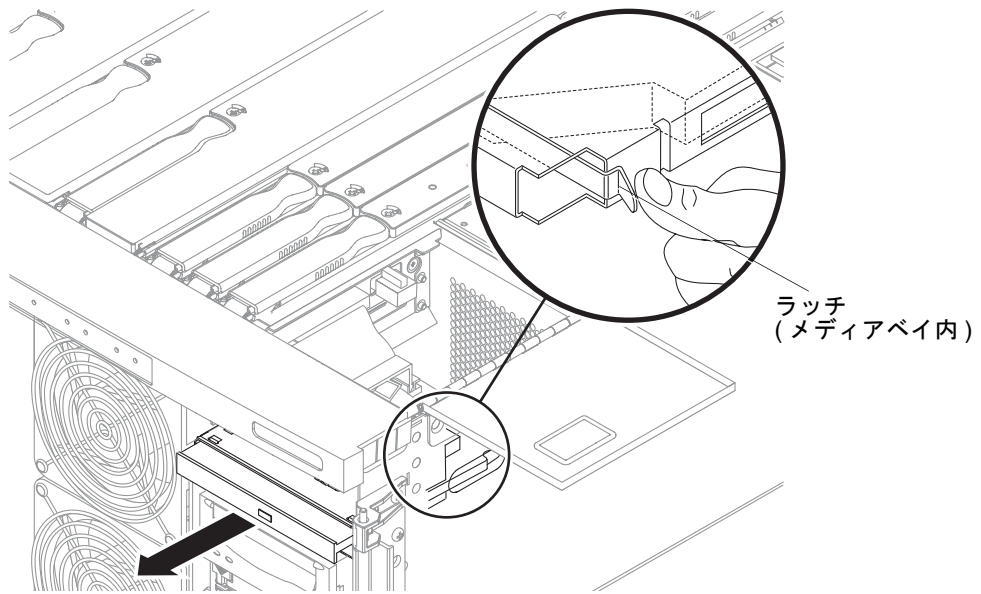

図 5-17 DVD-ROM ドライブの取り外し
5. メディアベイの内側で、金属製のラッチを右に押します (図 5-17)。ラッチはドライブを固定しています。
6. バックプレーンコネクタから DVD-ROM ドライブを外します。システムの正面から、DVD-ROM ドライブを強く引っ張ります (図 5-17)。